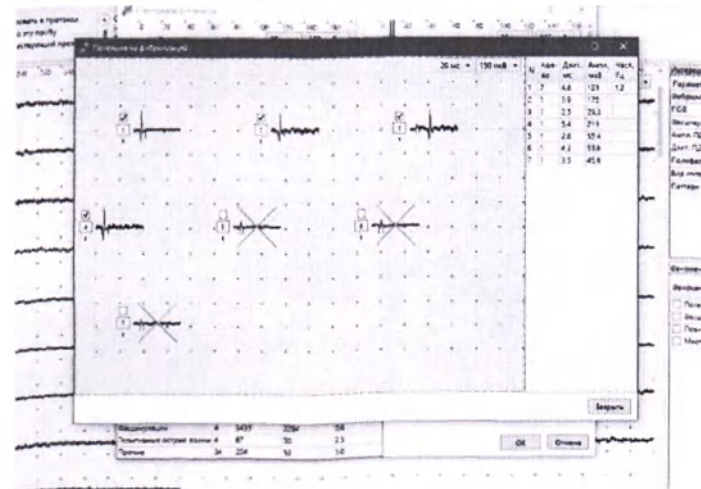

Рис. 188. Исключение феноменов спонтанной активности из анализа
5. При необходимости некоторые феномены можно исключить из анализа, сняв галочки около них (рис. 188).